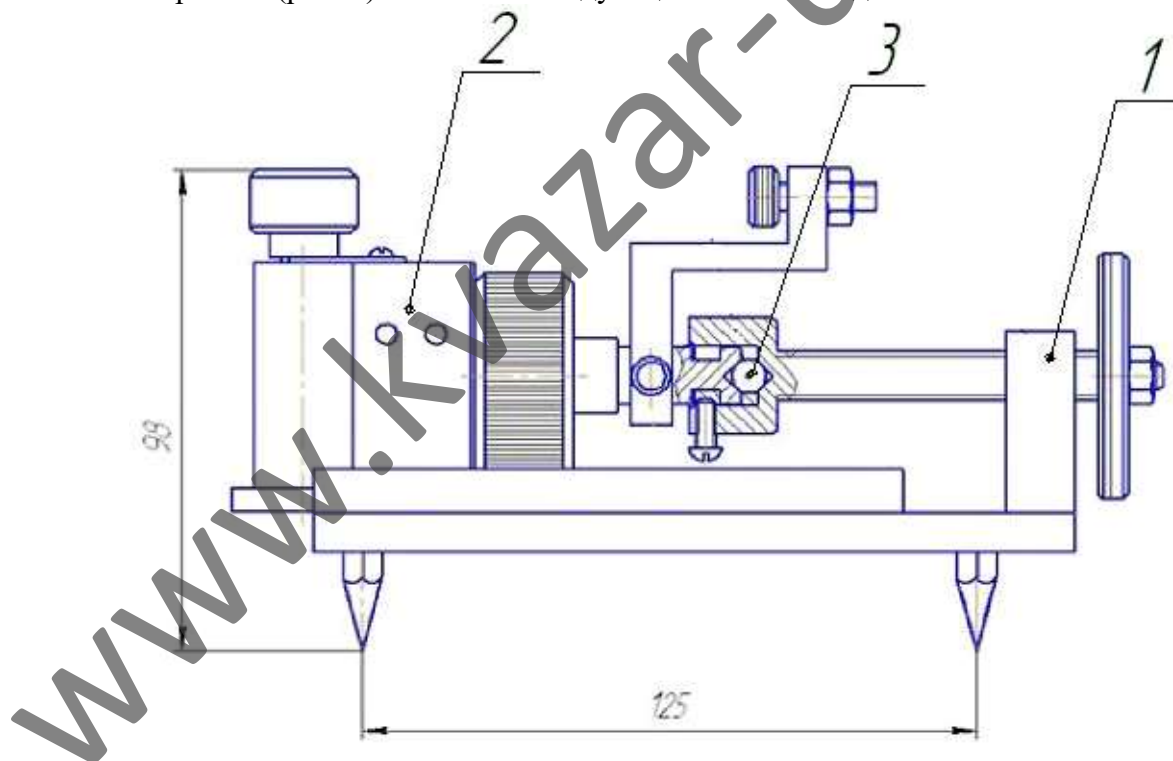

Рис. 2
4.1. Измеритель (рис. 2) состоит из следующих составных деталей: